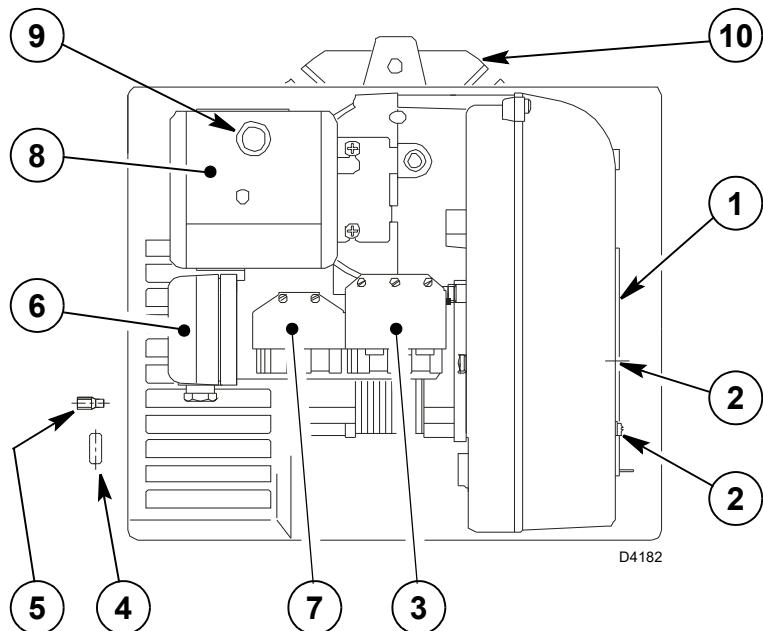

Fig. 1
- El anillo pasacable (4) Fig. 1 y el tornillo para la fijación del envolvente (5) entregados de serie, se instalan en la misma parte que la rampa de gas.